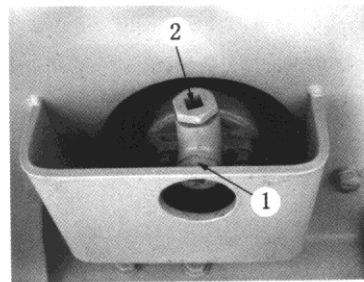

Рис. 6-25.
(1) Удалите сливную заглушку 1 и ослабьте сливной кран 2. Слив масло, заверните кран (см. рис. 6-25).